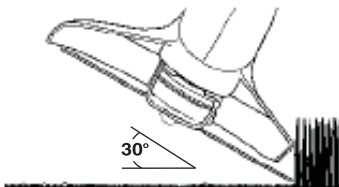

Fig. 12
- Tournez l'appareil entier de manière à ce que la tête de coupe soit à un angle de 30° par rapport au sol (Fig. 12).